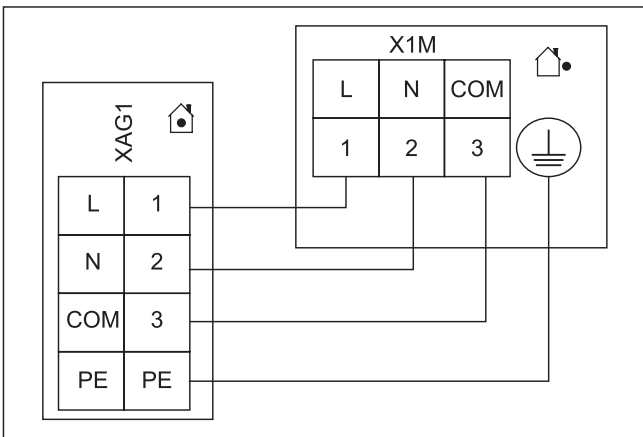

Bild 3-38 Anschluss Wärmepumpenaußengerät
- 2 Wärmepumpenaußengerät an die Klemmleiste XAG1 (siehe Bild 3-38) anschließen.